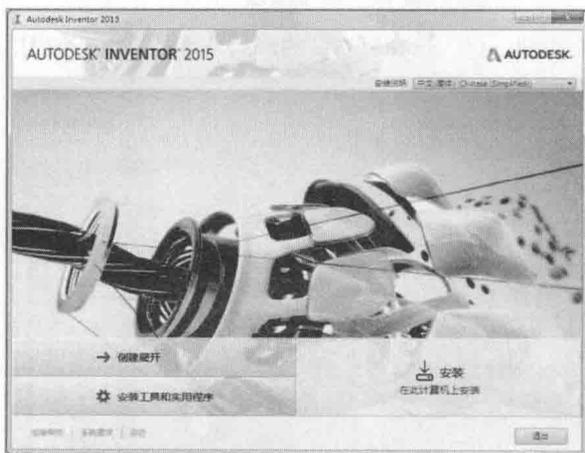

图 1-5 Inventor 安装的欢迎界面
(1) 插入安装光盘，双击“Setup.exe”文件，弹出 Inventor 安装的欢迎界面，在右上角选择语言，如图 1-5 所示。